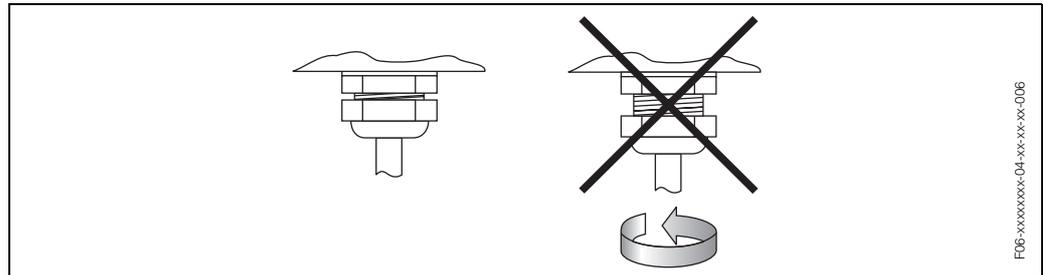

Fig. 38: Instrucciones de instalación referentes a las entradas de cables de la caja del transmisor
- Las entradas de cable deben encontrarse bien apretadas (Fig. 38).